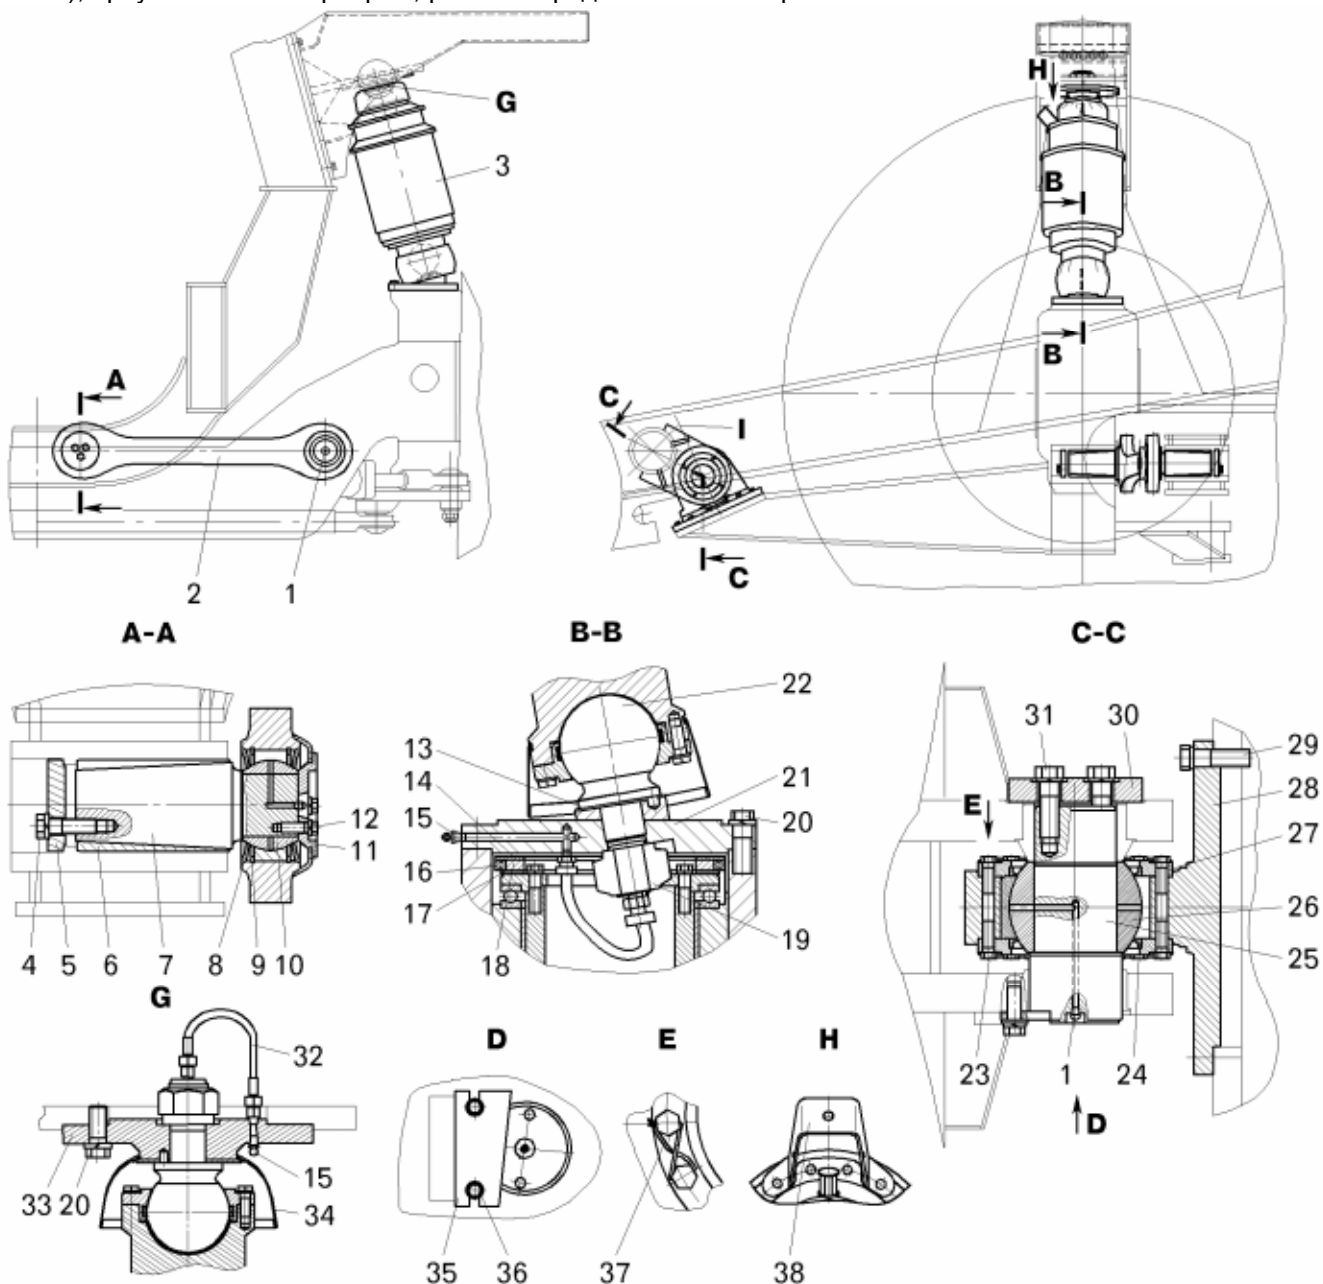

Рисунок 8.1.1 – Передняя подвеска:
**Передняя подвеска** – зависимая, состоит из двух пневмогидравлических цилиндров 3 (рисунок 8.1.1), проушины 28 с шарниром, рычага передней оси и поперечной штанги 2.
- отвернуть болты 20 (смотри рисунок 8.1.1) крепления нижнего кронштейна 21 цилиндра подвески к поворотному кулаку;
- отвернуть болты 20 (смотри рисунок 8.1.1) крепления кронштейна 33 к кронштейну рамы;